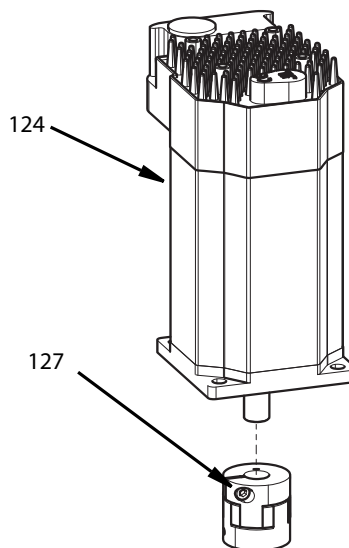

Рис. 36
7. Открутите верхний зажимной винт поворотной соединительной муфты (127), используя 2,5 мм шестигранный ключ. **ПРИМЕЧАНИЕ.** Не используйте шестигранный ключ со сферической головкой
8. Снимите поворотную соединительную муфту (127) с вала мотора. См. Рис. 36.